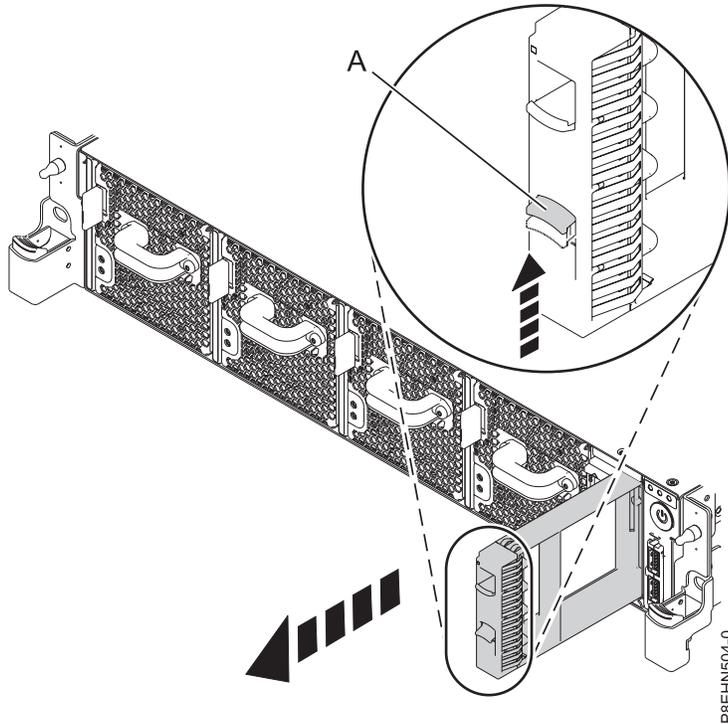

図 23. システムからのディスク・ドライブ・フィルターの取り外し
- a. フィラーのハンドルのロック (A) を押します。 20 ページの図 23を参照してください。